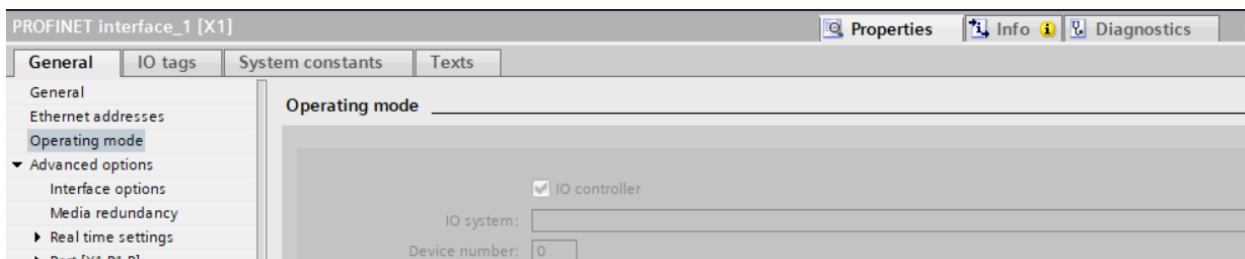

Рисунок 7.27 – Приклад встановлення режиму [IO controller - «Контролер вводу-виводу»]
*controller* - «Контролер вводу-виводу», якщо він ще не попередньо встановлений (див. рис. 7.27).